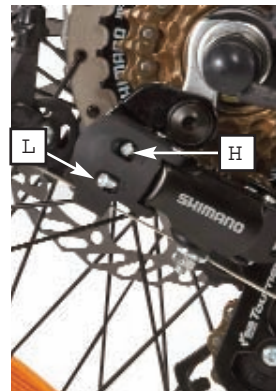

Abb. 13
1. Am Schalthebel (5) die Kette auf das kleinste Ritzel am Schaltwerk (18) schalten.
2. Die Stellschraube **H** (Abb. 13) solange drehen, bis die Kettenleitrolle exakt unter dem kleinsten Ritzel steht.
5. Die Kette darf auf keinen Fall die Speichen berühren. Ggf. mit der Stellschraube **L** (Abb. 13) korrigieren.